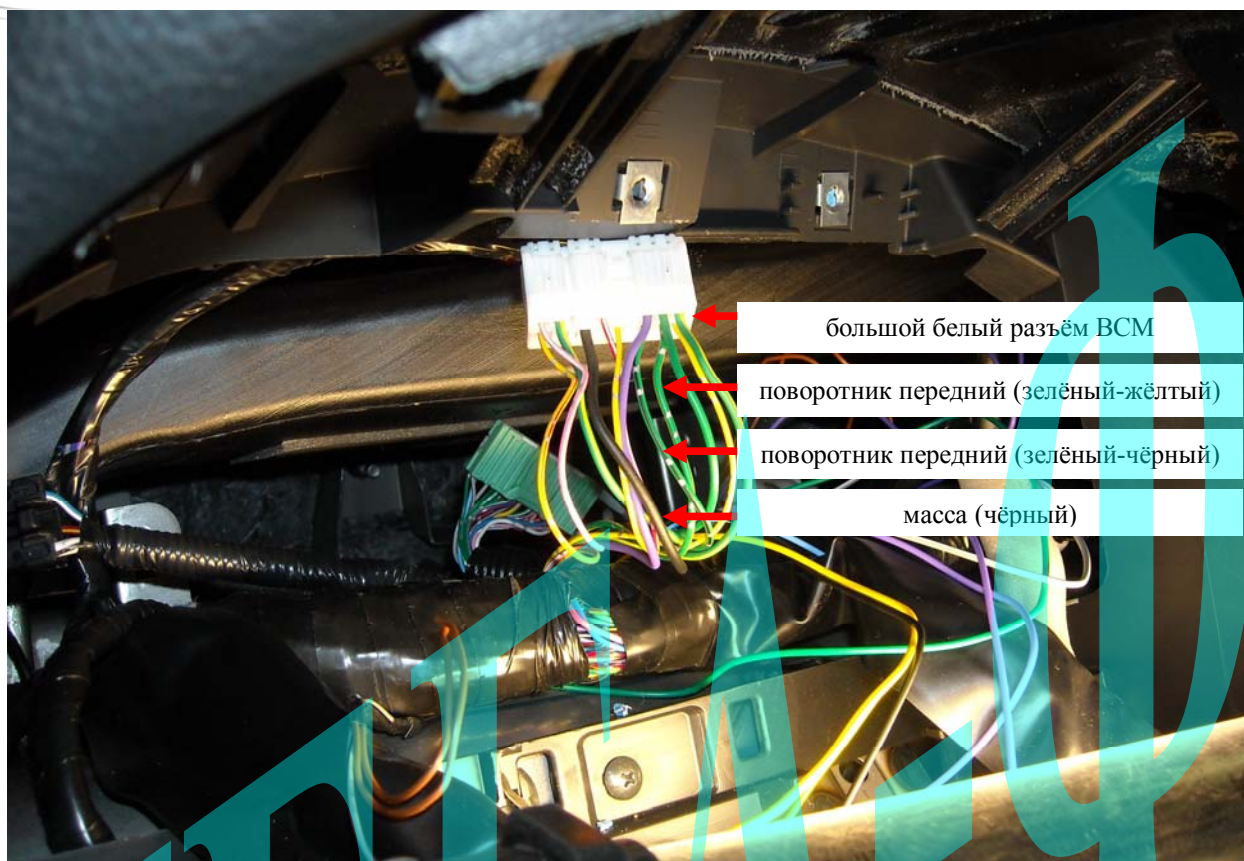

Рис. 3: Подключение аварийной сигнализации (передние поворотники), «массы» и открывания багажника.
Для управления включением/выключением аварийной сигнализации следует фиолетовые провода разъема CN1 системы Scher-Khan Magicar 6 (B) подключить используя диодную развязку (анодами к блоку сигнализации) к зелёно-жёлтому, зелёно-чёрному (контакты 9 и 10) проводам расположенным в большом белом разъеме блока BCM (передние поворотники). На этом же разъёме можно подключить «массу» центрального блока (толстый чёрный провод, к которому подключаем черный провод разъема CN1 системы Scher-Khan Magicar 6 (B)). См. рис. 3.